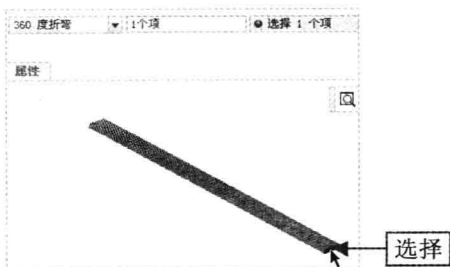

图 8-107 选择合适的平面
Step 05 返回“环形折弯”选项卡,单击“折弯半径”右侧的下拉按钮,在弹出的下拉列表中选择“360 度折弯”选项,在绘图区选择合适的平面,如图 8-107 所示。